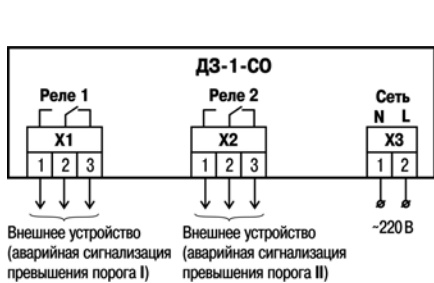

Рисунок 5.2 – Функциональное назначение клемм прибора
- выполнить подключение проводов согласно схеме (см. рисунок 5.2), учитывая, что в приборе применены съемные клеммники для удобства монтажа. Типовая схема подключения датчика приведена на рисунке 5.3. Для подключения внешних связей рекомендуется применять многожильные кабели круглого сечения с поперечным сечением жил 0,35 – 0,75 мм². Наружный